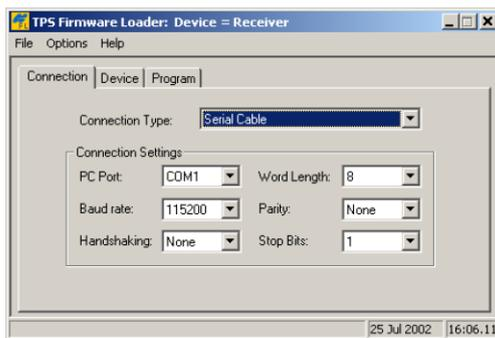

Figura 4-12. Pantalla principal de FLoader
4. En la pestaña Connection, seleccione el puerto COM de su ordenador que esté conectado a su receptor y seleccione la velocidad (normalmente 115200) (Figura 4-12).